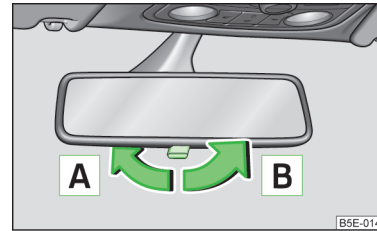

Fig. 43
- Poussez la manette sur le bord intérieur du rétroviseur en direction du pare-brise (le rétroviseur dévie la lumière) **A** » fig. 43.